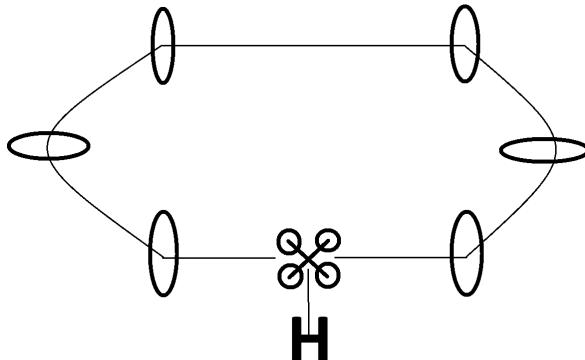

Рис. 23 Полёт по периметру
2. Летная подготовка: взлёт, плавный полёт по периметру зоны полётов, пролетая через специальные кольца (рис. 23), и посадка, периодически меняя ориентацию в пространстве: полёт по периметру двигаясь носовой частью вперед, далее левым бортом вперед, правым бортом вперед, хвостовой частью вперед.